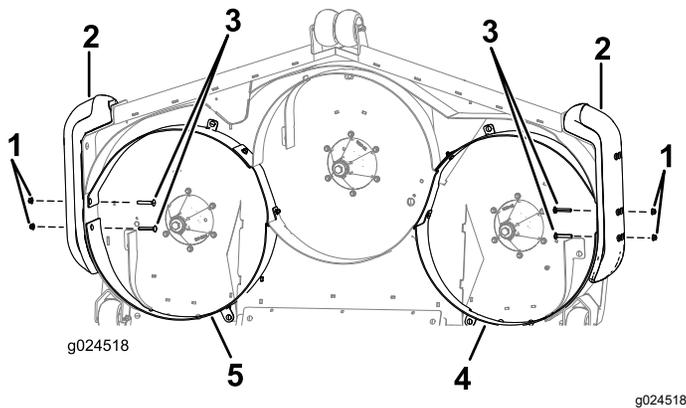

Figura 5
**Nota:** Per favorire l'allineamento dei deflettori, inserite i bulloni a testa tonda ( $\frac{3}{8}$ " x  $2\frac{1}{2}$ " ) e i dadi flangiati ( $\frac{3}{8}$ " ) senza serrare attraverso il lato dei deflettori e del paraurti (Figura 5).
1. Inserite 2 bulloni a testa tonda ( $\frac{3}{8}$ " x  $2\frac{1}{2}$ " su ogni lato attraverso il deflettore destro e sinistro e i paraurti (Figura 5).
2. Fissate i 2 bulloni a testa tonda utilizzando 2 dadi flangiati ( $\frac{3}{8}$ " su ciascun lato (Figura 5).